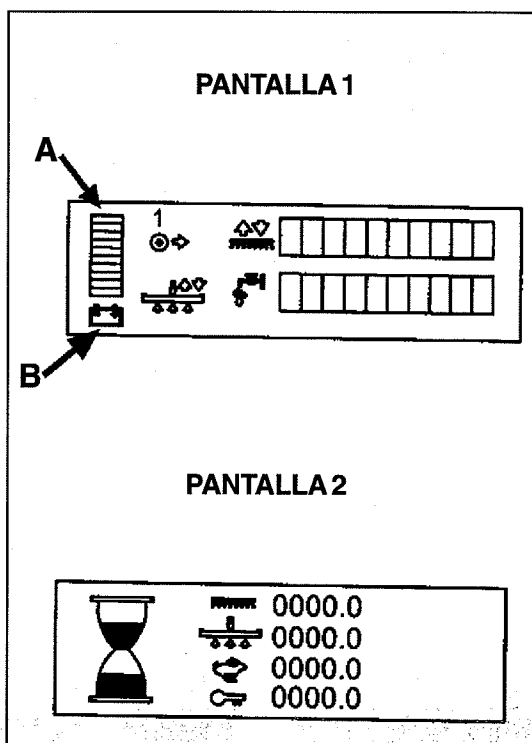

Figura 21
**Lectura del medidor de carga de la batería (consulte la figura 21, A)**
La pantalla de cristal líquido tiene tres pantallas. Es posible acceder a dos de ellas en cualquier momento en que la tecla esté encendida. La primera pantalla indica el estado de la máquina y la segunda muestra los cuatro cuentavuelvas calibrado en horas de trabajo (figura 21).